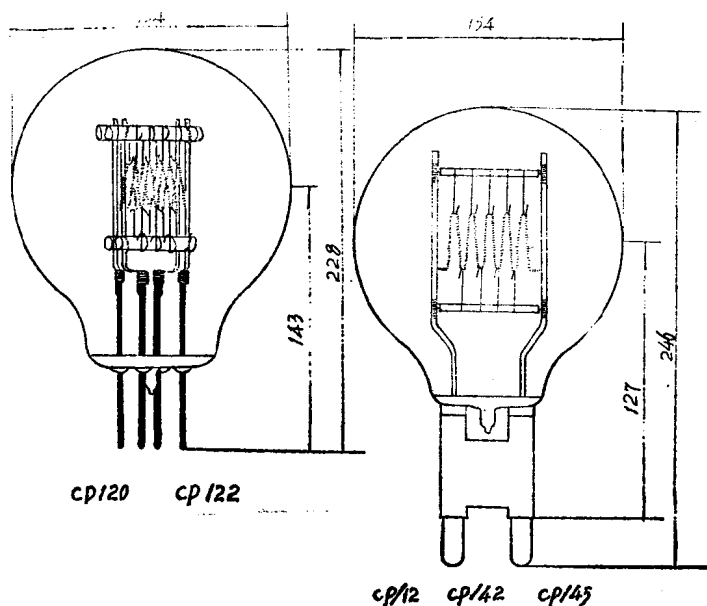

图 21
G.E.C. 硬质玻璃卤钨灯结构和特性, 详见表10、图21所示: